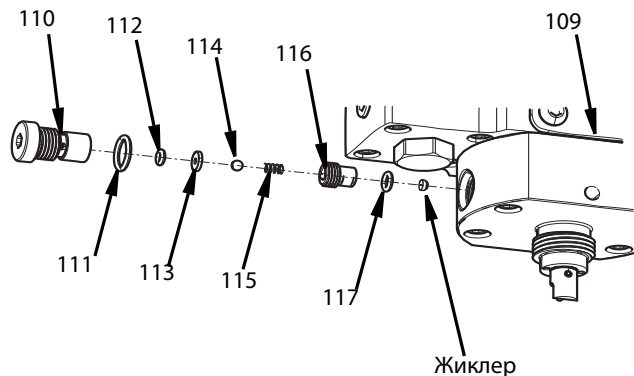

Рис. 30
2. Извлеките корпус обратного клапана (110), используя 5 мм шестигранный ключ.
3. Извлеките жиклер и уплотнительное кольцо (117), расположенные в нижней части корпуса обратного клапана и отверстия сопла (109).
4. Открутите фиксатор обратного клапана (107) от корпуса обратного клапана (110), используя 6 мм ключ (1/4 дюйма) и 5 мм шестигранный ключ.
5. Извлеките запорный шарик (114), пружину сжатия (115), седло клапана (113) и уплотнительное кольцо (112) из корпуса обратного клапана (110). См. Рис. 30.